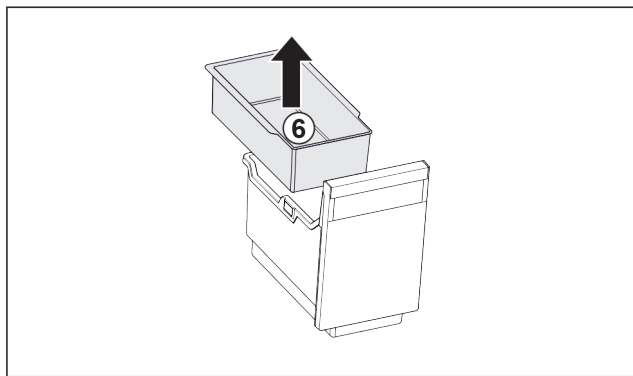

Fig. 23
- ▶ Vyjměte závěsnou misku Fig. 23 (6).